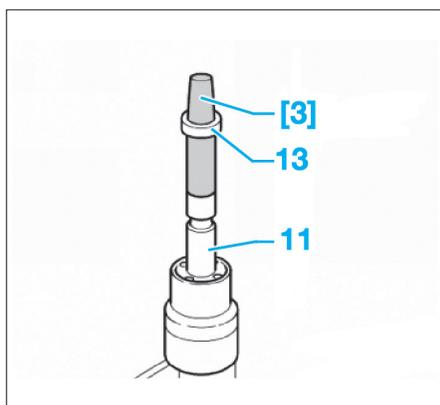

Fig. 45
- [3]. Cône de montage (ref. T10133/5) (Fig.45).
- poser le cône de montage [3] muni d'une bague-joint neuve (13) sur l'injecteur (11) (Fig.45),